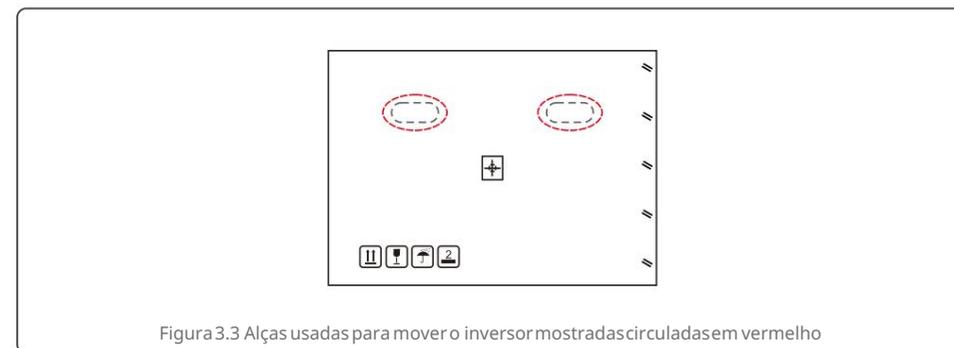

Figura 3.3 Alças usadas para mover o inversor mostradas circulas em vermelho
1. Os círculos vermelhos abaixo indicam recortes na embalagem do produto. Empurre os recortes para formar alças para mover o inversor (consulte a Figura 3.3).